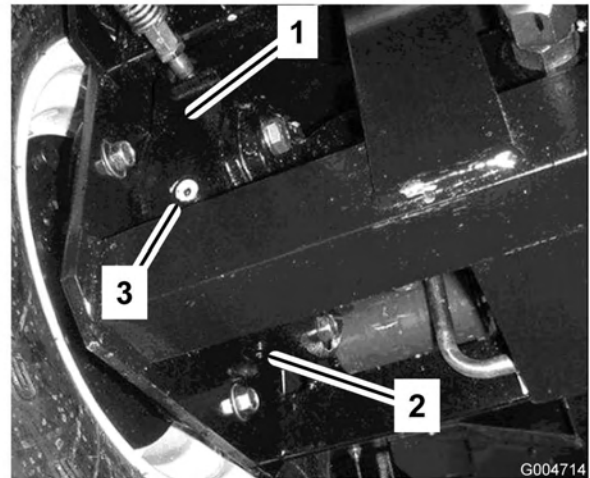

Figure 58
4. Placez un bac de vidange sous le carter de frein de l'autre côté de la roue (Figure 58).